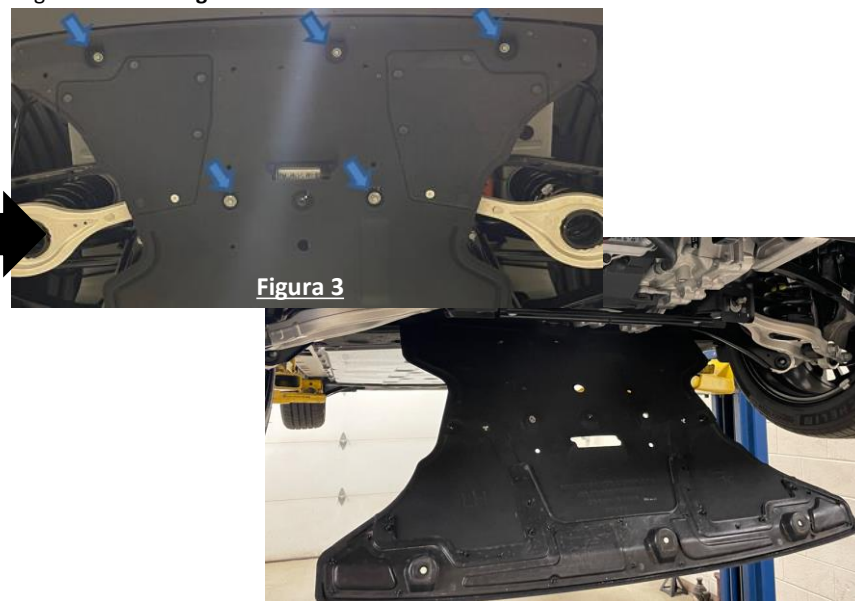

Figura 3
2. Bajar el panel inferior de la carrocería grande: Con un cubo de 10 mm, quitar las tuercas del panel inferior de la carrocería al panel inferior para la instalación del enganche. Ver la Figura 3.